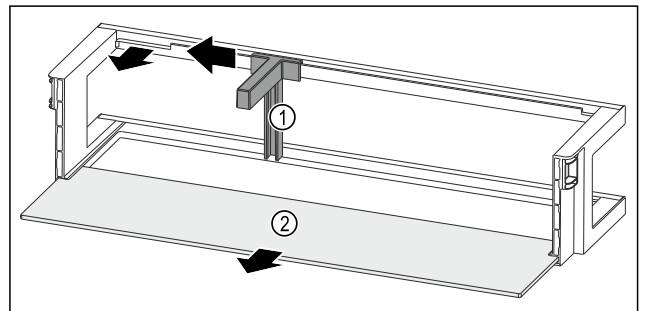

Fig. 160 Ajtópolc palacktartóval és tárolólappal
- ▶ A mélyedésig tolja oldalra a palacktartót Fig. 160 (1).
- ▶ Vegye ki a palacktartót Fig. 160 (1).
- ▶ Vegye ki a tárolólapot Fig. 160 (2).